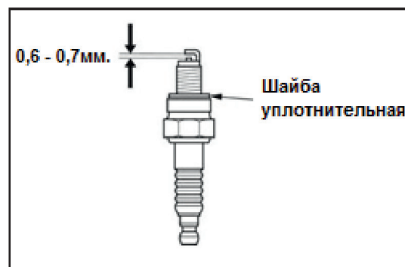

Рис. 20
5. Проверьте зазор между электродами. Он должен составлять 0.6-0.7мм (Рис. 20). При необходимости отрегулируйте зазор.Р
6. Проверьте состояние уплотнительной шайбы (Рис. 20). Осторожно вверните свечу зажигания от руки до упора, соблюдая ход резьбы.